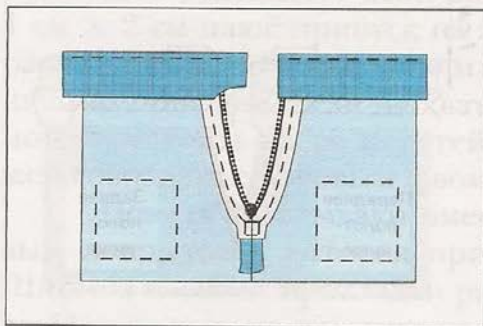

Рис. 48.
5. Вывернуть углы пояса на лицевую сторону. Перегнуть пояс по линии сгиба (посередине) и проложить наметку на расстоянии 0,5–0,7 см от сгиба (рис. 48).